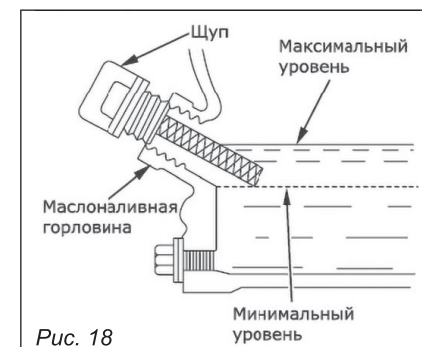

Рис. 18
2. Открутите крышку маслосливной горловины и протрите щуп тряпкой (рис. 18).